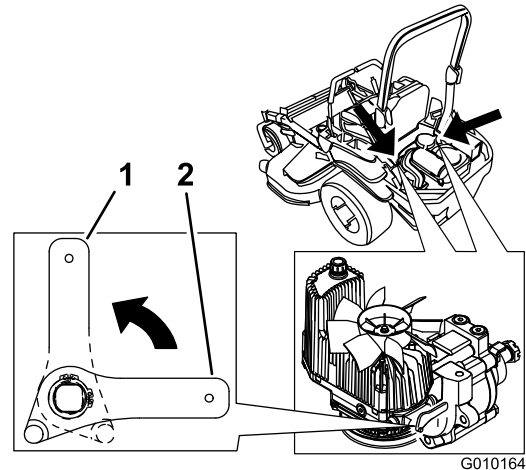

Figure 37
2. Tournez les leviers des vannes de déblocage en position verticale pour pousser la machine. Cela permet à l'huile hydraulique de contourner la pompe et aux roues de tourner (Figure 37).
4. Tournez les leviers des vannes de déblocage en position horizontale pour utiliser la machine (Figure 37).